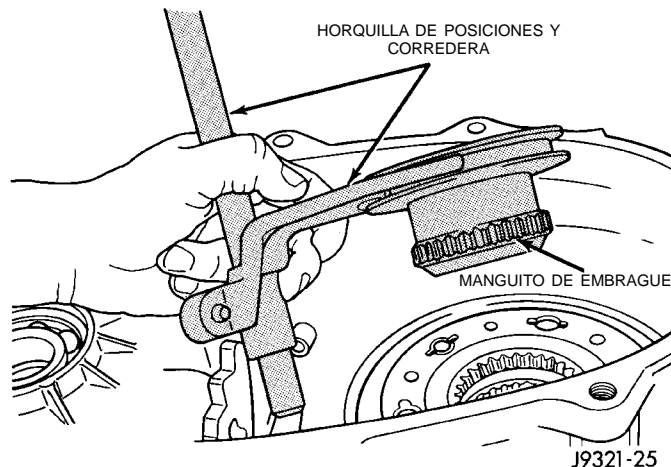

Fig. 31 Desmontaje de la horquilla de posiciones y el manguito de embrague
(4) Retire la horquilla de posición, la corredera y el manguito de embrague como conjunto (Fig. 31). Levante la corredera, gire la horquilla extrayéndola del sector de cambios y retire el conjunto.